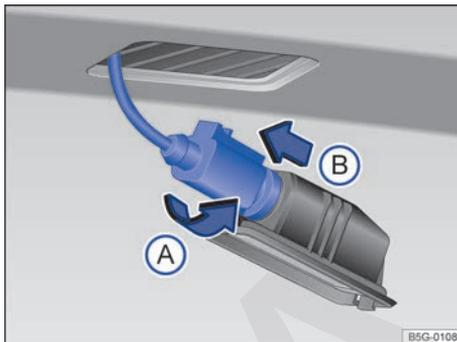

Fig. 185 Luz de matrícula: desmontaje del portalámparas.
4. Gire el portalámparas en el sentido de la flecha → fig. 185 (A) y extráigalo junto con la lámpara en el sentido de la flecha (B).
6. Coloque el portalámparas en la unidad de iluminación y gírelo en el sentido contrario al de la flecha (A) hasta el tope.